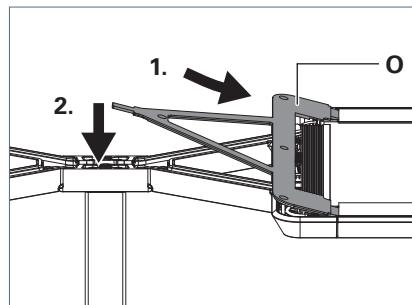

Fig. 19: Abdeckung montieren.
- ▶ Setzen Sie die Abdeckung **O** mit den drei Laschen an der Unterseite der Abdeckung in die Aussparungen am Leuchtenkopf und drücken Sie die Abdeckung fest, siehe Fig. 19.